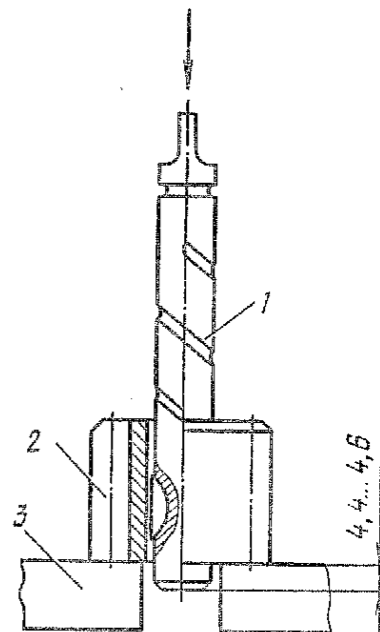

Рис. 105. Напрессовка ведущей шестерни на валик масляного насоса:
3.2. Установить ведущую шестерню 2 (рис. 105) в тиски и ударами молотка через медную наставку по валiku 1 напрессовать на валик ведущую шестерню 2 (тиски 1-150, молоток 500 г, наставка медная).